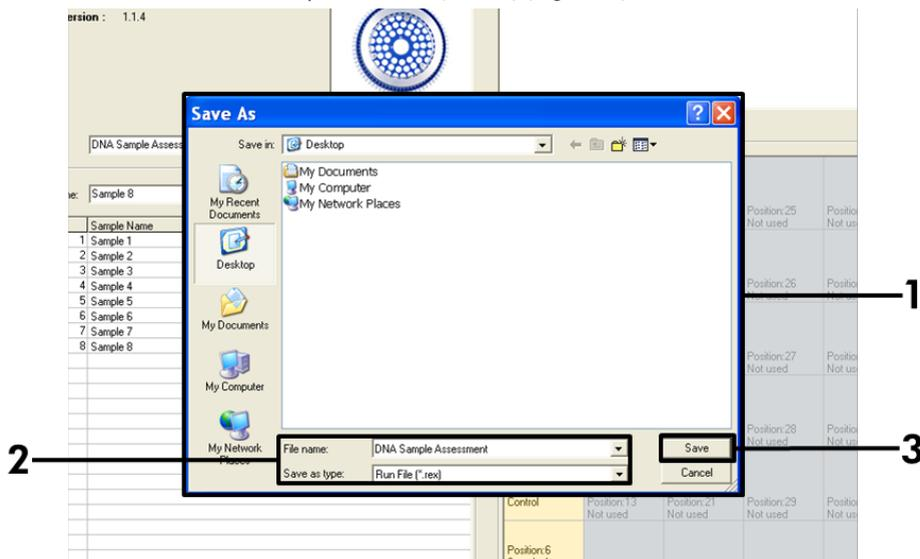

Figura 7. Salvando o arquivo de execução. 1 = janela "Save As" (Salvar como); 2 = nome do arquivo e salvar como arquivo de tipo *.rex; 3 = "Save" (Salvar).
19. Uma janela "Save As" (Salvar como) é exibida. Selecione um nome de arquivo adequado e salve a execução da PCR como um arquivo de execução *.rex na localização selecionada. Clique em Save (Salvar) (Figura 7).